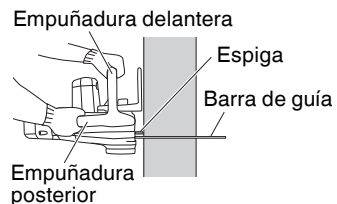

Fig. 23
- (4) Al cortar madera horizontalmente, gire el cuerpo de la unidad a la derecha de manera que la barra de guía esté debajo y sujete la parte superior de la empuñadura delantera con la mano izquierda. Sujete la barra de guía horizontalmente y coloque la espiga de manera que esté delante del cuerpo de la unidad. Con la espiga como punto de apoyo, corte la madera girando la empuñadura posterior hacia la derecha. (Fig. 23)